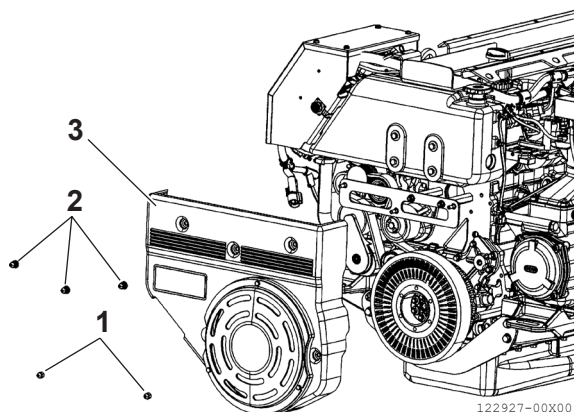

Figura 23
3. Posizionare correttamente il coperchio (Figura 23, (3)) e serrare i dadi (Figura 23, (1)), (Figura 23, (2)) alla coppia specificata.
Coperchio di protezione della cinghia (2 dadi M8 × 1,25) (Figura 23, (1))	$21 \pm 2 \text{ N}\cdot\text{m}$
Coperchio di protezione della cinghia (3 dadi M8 × 1,25) (Figura 23, (2))	$30 \pm 3 \text{ N}\cdot\text{m}$